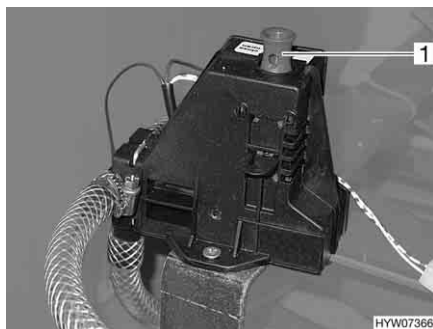

Fig. 202 Valvola di sicurezza/di scarico (Trumatic)
- Chiudere la valvola di sicurezza/di scarico (Trumatic). A tal fine tirare verso l'alto la presa dell'interruttore a scatto (Fig. 202,1).